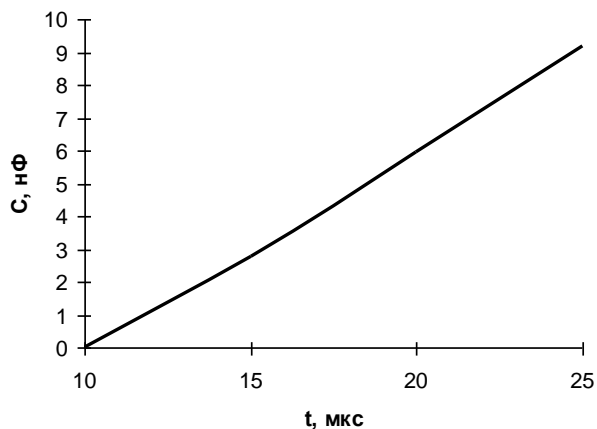

Рисунок 8 – График зависимости длительности плавного аварийного выключения от номинала ёмкости  $C_s$
**SSA** – вывод подключения конденсатора настройки длительности плавного аварийного выключения, см. рисунок 8.